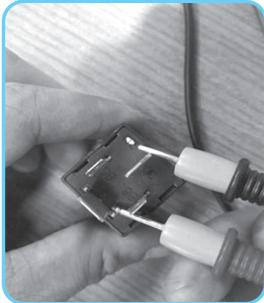

图 1-1-36 连接继电器的 30 端子和 86 端子
- ③用万用表的电阻挡 10 kΩ 挡检测。用红表笔连接继电器的 30 端子, 用黑表笔分别连接继电器的 86、85 端子, 电阻值应无穷大, 如图 1-1-36、图 1-1-37、图 1-1-38 所示。